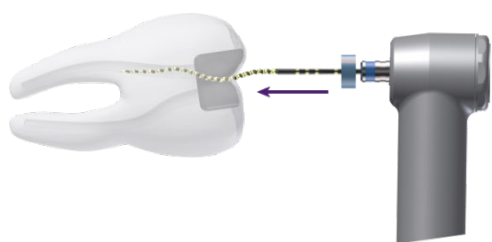

Figure 1
- 7) Insérez la lime de mise en forme **XP-4D® STANDARD** dans le canal jusqu'à sentir une résistance (Fig. 1), retirez-la légèrement (la pointe ne doit pas être en butée) et démarrez le moteur.